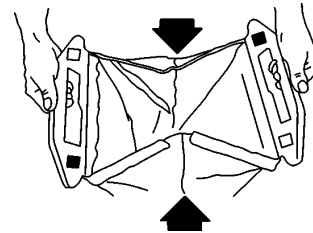

Figure 41
13. Fermer l'arrière du sac : replier les côtés vers l'intérieur et presser les deux moitiés de la poignée arrière l'une contre l'autre pour les assembler (Fig. 41).